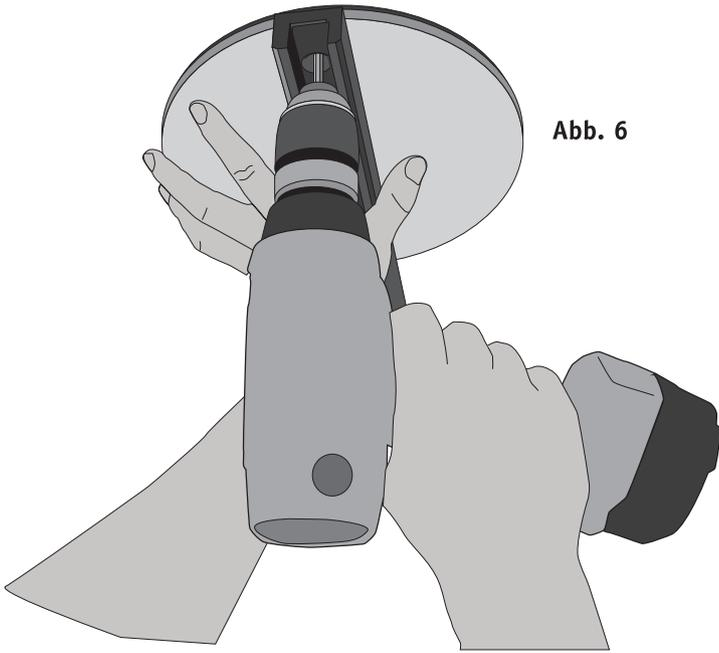

Abb. 6
- 1.6 Nehmen Sie die passende Senkkopfschraube und verschrauben Sie den Drehteller in eines der Bohrlöcher in der Decke. (Abb. 6)